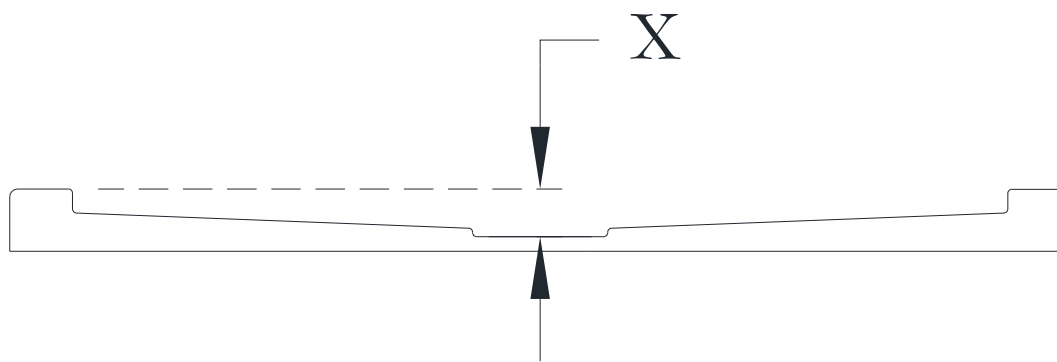

Figure 11
4. Avant l'installation finale de la base de douche, il est important de prendre en note la mesure de la profondeur du drain par rapport au seuil (voir figure 11). Vous pouvez prendre cette mesure à l'aide d'un niveau et gallon à mesurer.
**Important :** vérifier de nouveau la mesure de la figure 11. Elle devrait correspondre à celle prise à l'étape 4. Sinon, appliquer une pression au centre du drain afin de le faire descendre dans le mortier jusqu'à ce que la dimension soit atteinte. Si la dimension n'est pas la même, l'écoulement de l'eau pourrait ne pas se faire convenablement. .